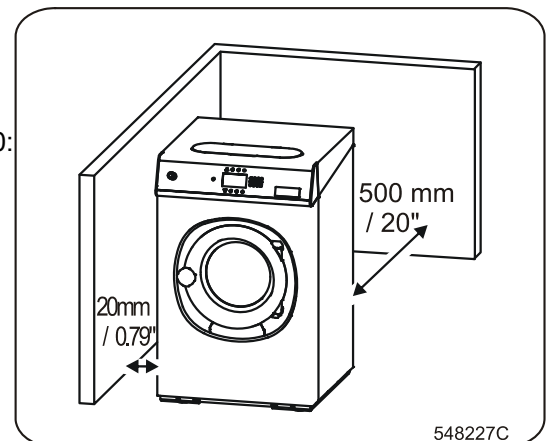

Fig. 10 Fast förankrade maskiner
- Följ nedan angivna rekommenderade avstånd för att underlätta installation och serviceinsatser i maskin, se Fig. 10: